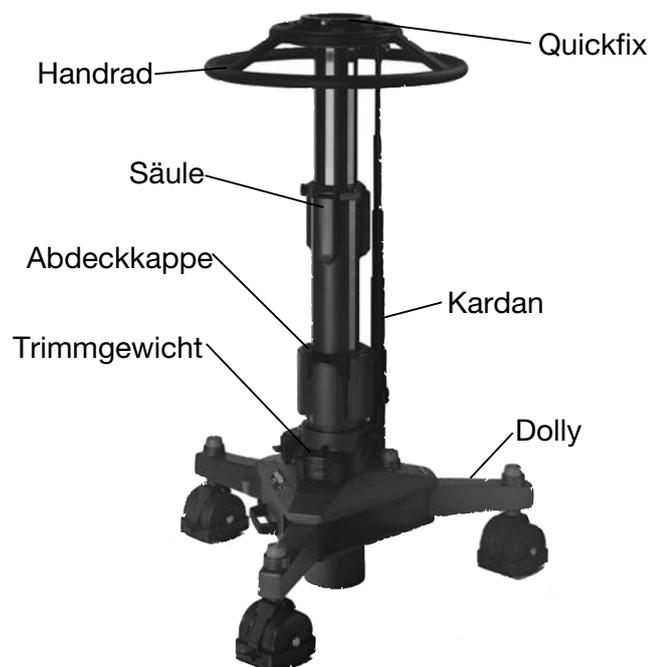

Abb. 1
- > *Bei Beschädigung einer Abdeck-Klappe (siehe Abb. 1) darf die Säule wegen Verletzungsgefahr erst nach einer Reparatur durch einen Servicetechniker wieder in Betrieb genommen werden.*